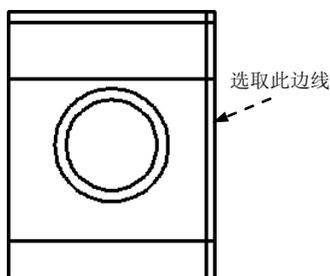

图 17.6.8 偏移直线 1
(1) 偏移直线 1。选择下拉菜单 **修改(M)** \rightarrow **偏移(O)** 命令，将图 17.6.8 所示的边线向左侧偏移，偏移距离值为 40，完成后如图 17.6.8 所示。